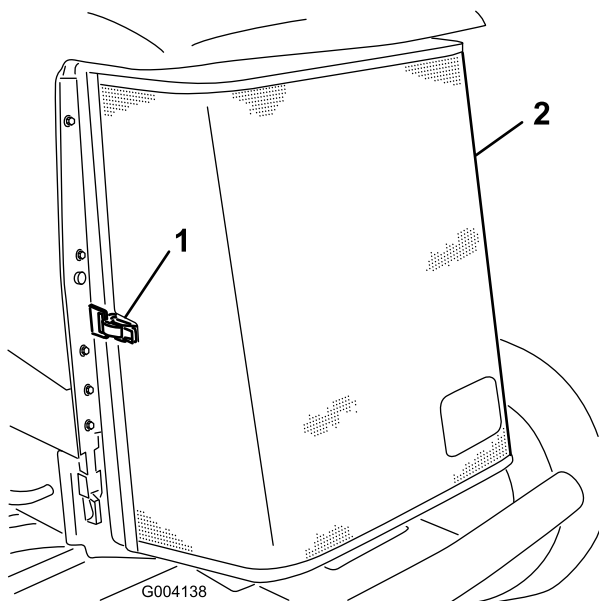

Figura 100
5. Destrave a tela traseira e gire-a para abrir (Figura 100).